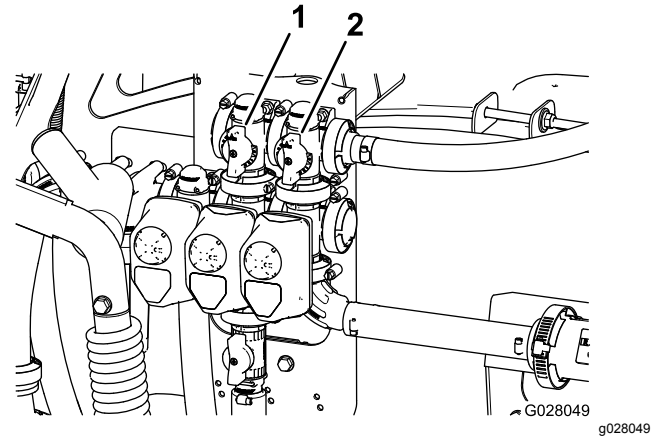

Figure 31
11. Réglez la vanne de dérivation (Figure 31) à l'arrière de la vanne d'agitation jusqu'à ce que la pression indiquée soit 6,9 bar.
9. Déplacez la poignée de dérivation générale des rampes de manière à réguler l'agitation à l'intérieur de la cuve (Figure 31).